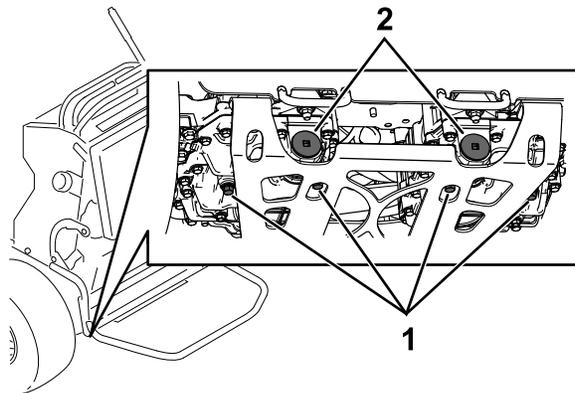

Figura 85
5. Individuate il tappo di spurgo nella parte inferiore di ciascuna trasmissione e posizionate una bacinella di spurgo sotto i tappi (Figura 85).